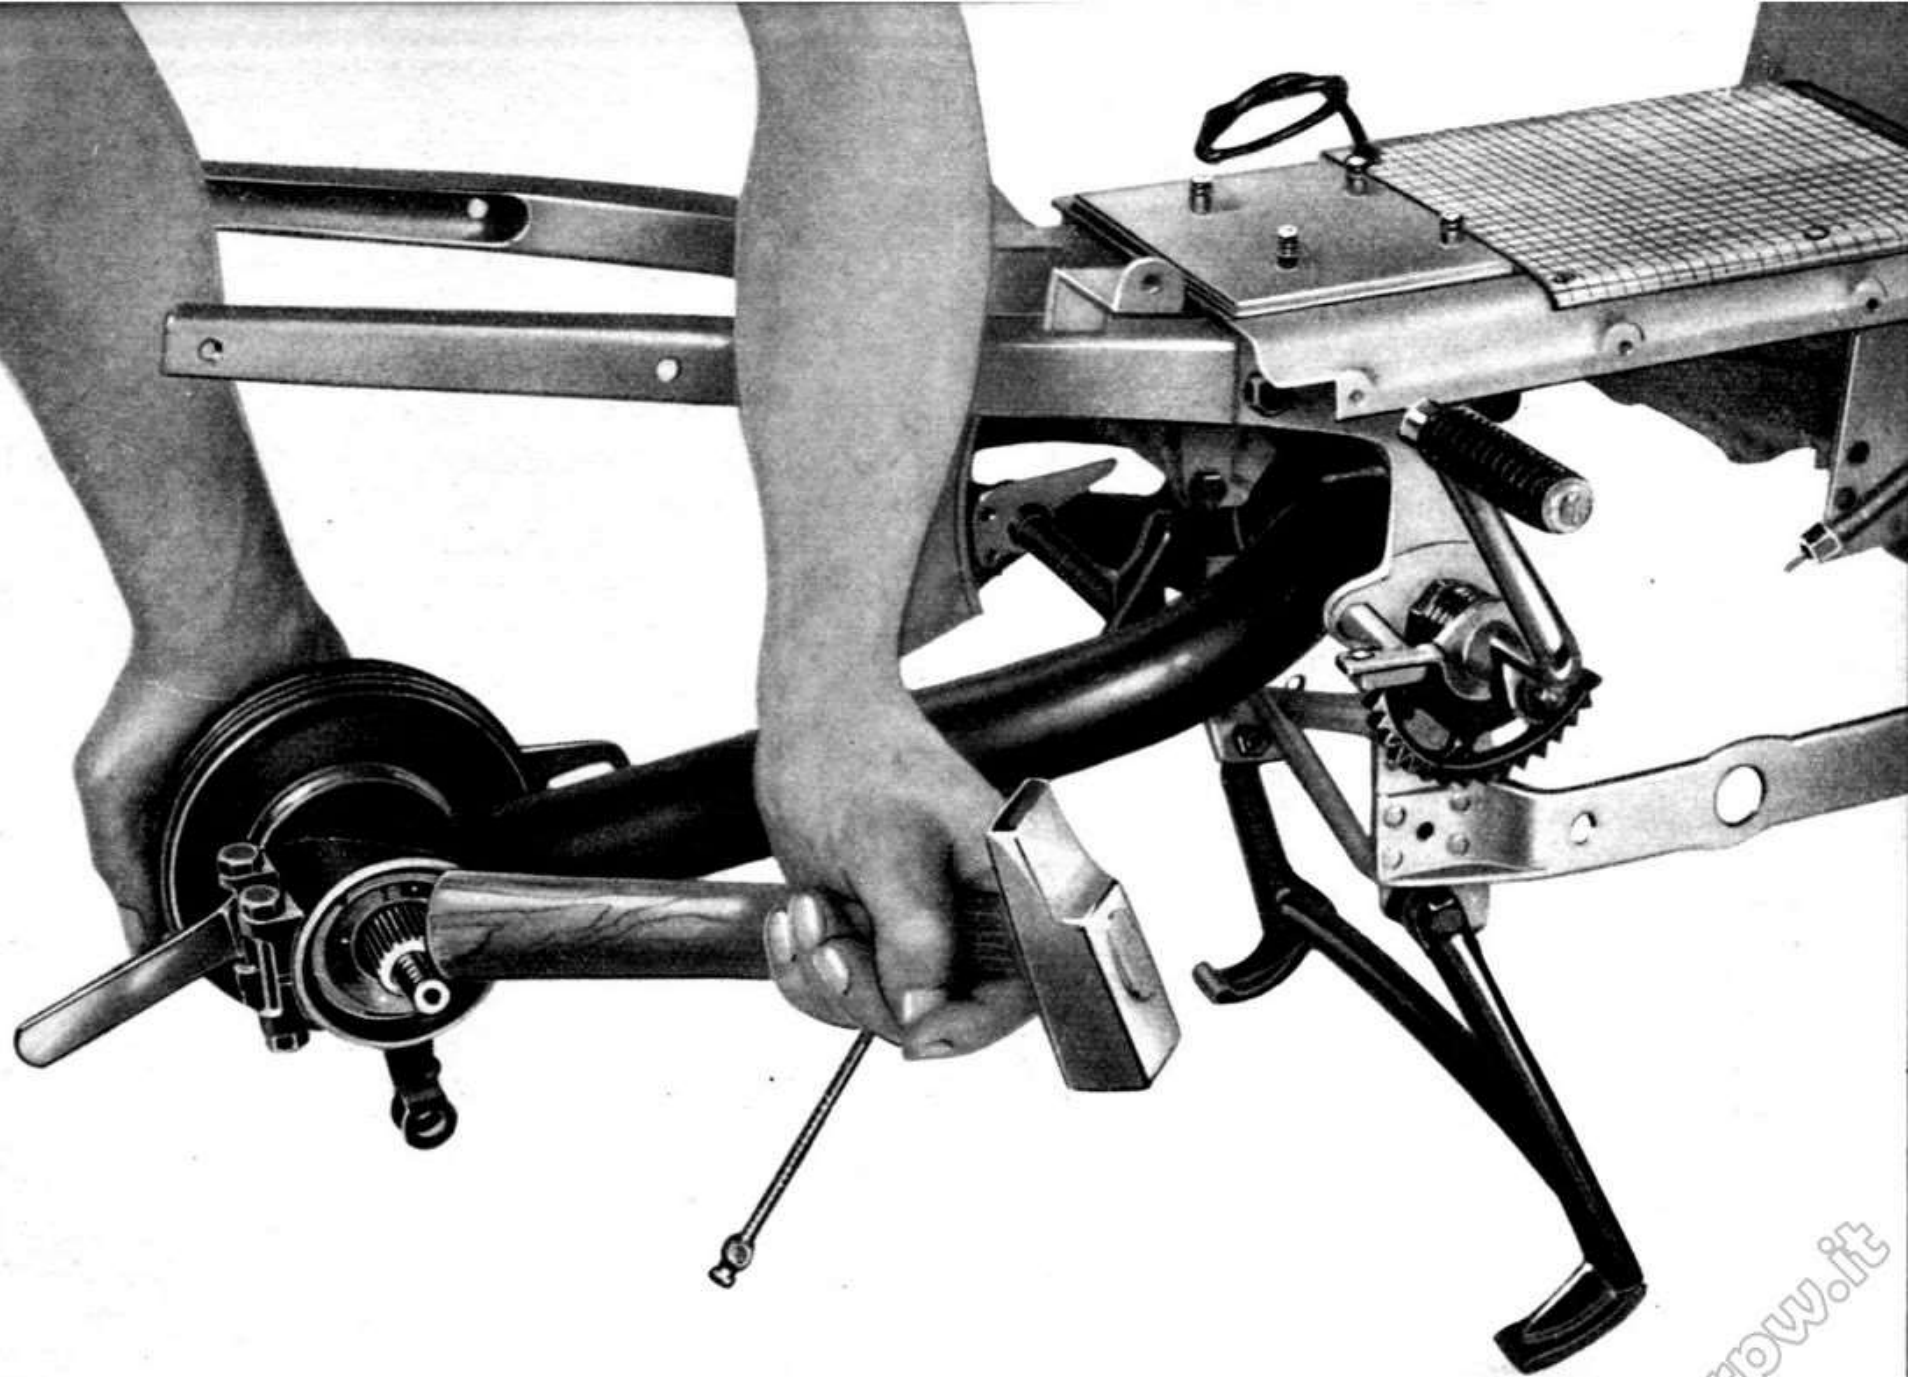

Fig. 29 - Smontaggio del mozzo posteriore
- il mozzo posteriore, dopo aver tolto la copiglia, il dado sul perno centrale, l'ingranaggio catena, l'asta di comando freno e allentato i due bulloni centrali. Per ultimo, battere da destra verso sinistra quel tanto da estrarre il complesso del mozzo (vedere fig. 29);